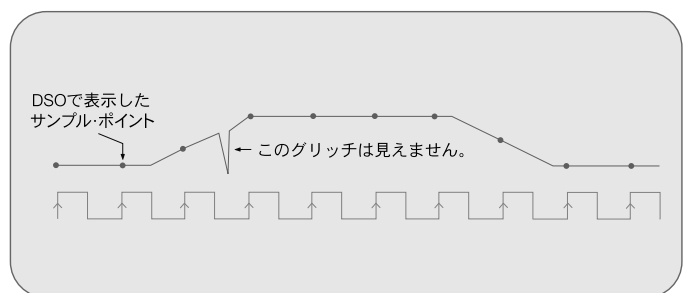
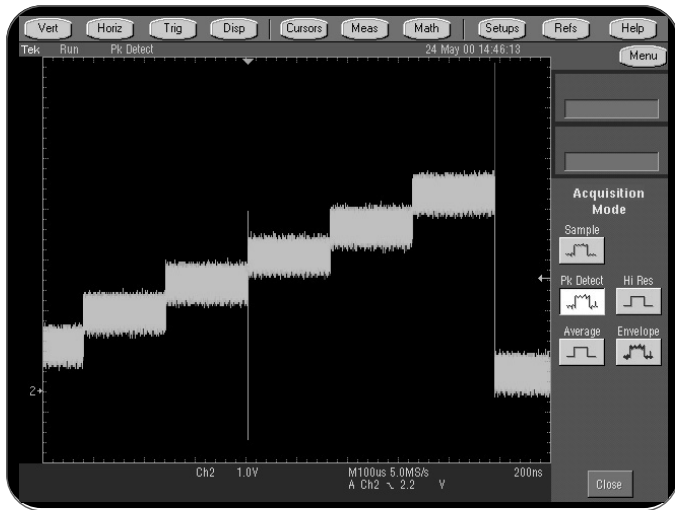

図26. サンプル・レートは、時間軸の設定によって異なります。時間軸をゆっくりと設定すれば、サンプル・レートも遅くなります。ピーク・ディテクト・モードを備えたデジタル・オシロスコープの中には、掃引速度が遅くても速い変化を捉えられるものがあります。
図27. TDS7000シリーズのピーク・ディテクト・モードでは、100psほどの非常に短時間の過渡的な波形でも捕捉できます。
- **ピーク・ディテクト・モード**：オシロスコープは、2つの波形インターバルの間に取得した複数のサンプル・ポイントから最大と最小のサンプル・ポイントを選び、対応する2つの波形ポイントとして使用します。ピーク・ディテクト・モードを備えたデジタル・オシロスコープは、ゆっくりとした時間軸設定（つまり、長い波形インターバル）の場合でも、A/Dコンバータは高速で動作していますので、もしサンプル・モードであれば波形ポイント間に発生した決して取込めないような高速な信号の変化でさえ捉えることができます（図26）。ピーク・ディテクト・モードは、幅が狭く、発生間隔が長いパルスを捉えるのに、特に有効です（図27）。